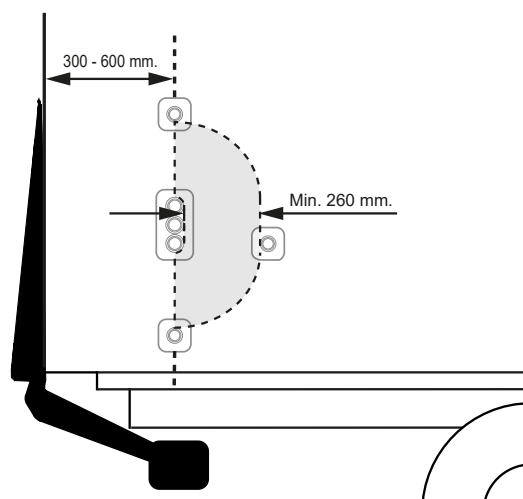

Bild 59. Montering av manöverdon CD 1 med tvåhandsfattning.
2. Avståndet mellan fordonets bakre kant och centrum på manöverdonen skall vara 300-600 mm. Avstånden mellan manöverdonen skall vara minst 260 mm. Se Bild 59.